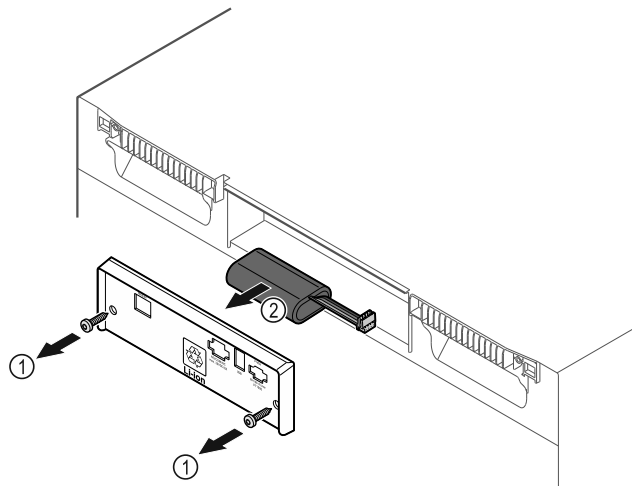

Fig. 174
- ▶ Wykręcić śruby i usunąć osłonę z tyłu urządzenia Fig. 174 (1).
- ▶ Odczepić i wyjąć baterię Fig. 174 (2).